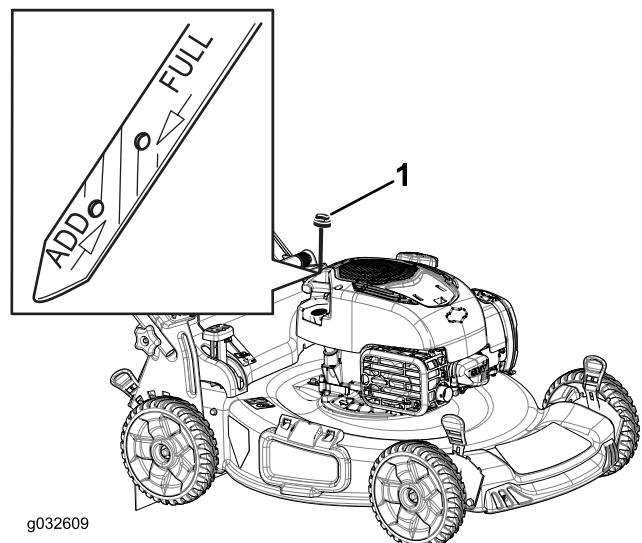

Рисунок 9
- Извлеките масломерный щуп (Рисунок 9).
- Медленно заливайте масло в маслозаливной патрубок до соответствующей отметки Full (Полный) на масломерном щупе (Рисунок 9). **Не допускайте переполнения.**